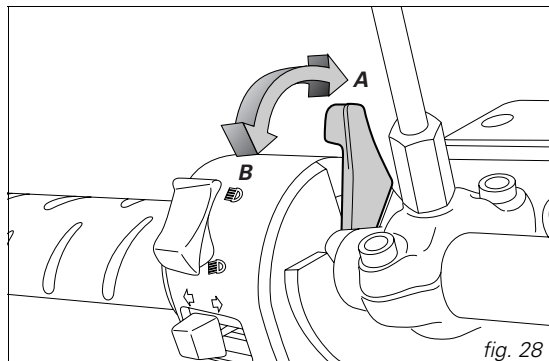

fig. 28
2) Spostare la leva comando starter in posizione (B, fig. 28).
5) Successivamente, man mano che il motore si scalda, portare progressivamente la leva dello starter in posizione verticale (A, fig. 28). Il motore regimato termicamente dovrà tenere il minimo con starter completamente escluso.